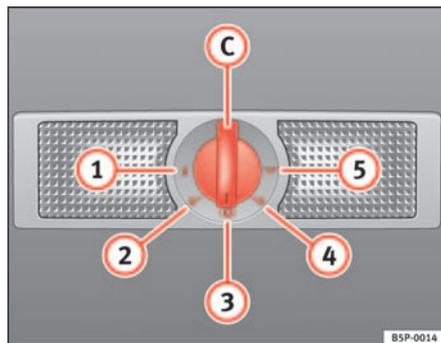

Fig. 83 Détail du ciel de pavillon : plafonnier et lampes de lecture arrière
La commande ⇒ fig. 83 C vous permet de sélectionner les positions suivantes :
Lorsque la commande est en position ⇒ fig. 83 ①, le plafonnier et les lampes de lecture sont éteints.